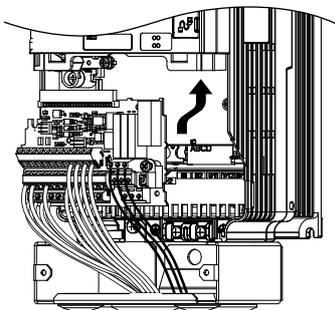

Figure 7.61 Installer le carte de raccordement
1. Après avoir câblé le circuit principal, connecter le bornier au variateur tel qu'affiché dans la Figure 7.61. Utiliser la vis d'installation pour attacher le carte de raccordement en place.